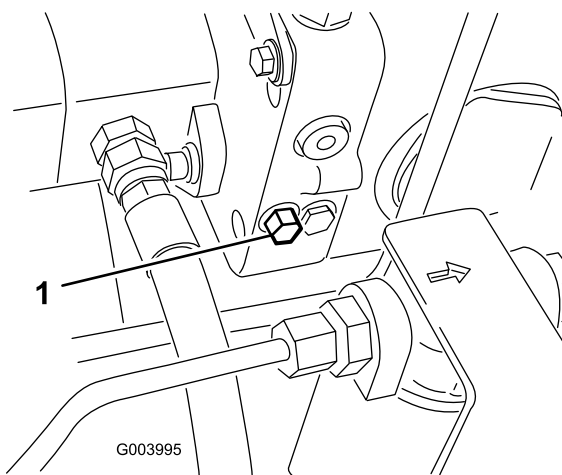

Bild 35
1. Dieses Sicherheitsventil befindet sich links am Hydrostat (Bild 35). Drehen Sie die Schraube um eine 1-1/2 Umdrehungen, um das Ventil zu öffnen und Öl intern abzulenken.